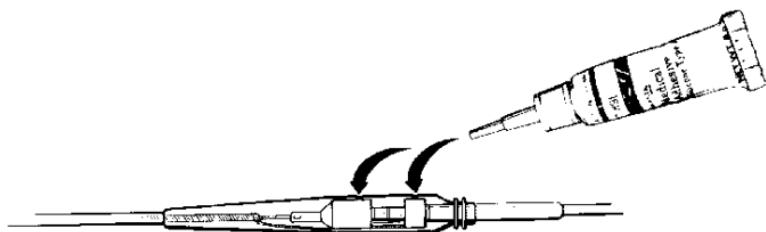

Figura 3. Applicare l'adesivo medicale nei due fori della vite.
8. Inserire la punta applicatrice al tubo del adesivo medicale e riempire fino a coprire i due fori della vite con prodotto adesivo (si veda la figura 3).